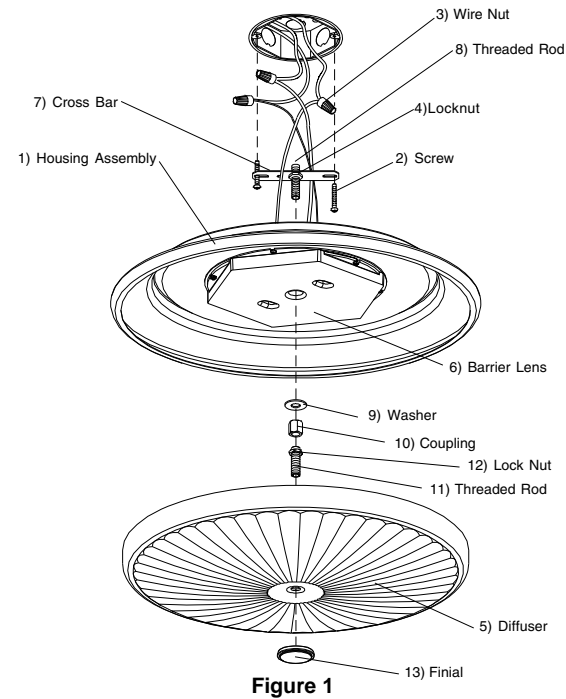

Figure 1
**4. L'alimentation coupée, soutenir fermement le bloc boîtier (1) et connecter le fil de terre vert de l'appareil au fil de terre nu en cuivre de la boîte de jonction à l'aide d'un capuchon de connexion (3).** (Si le câblage d'alimentation ne comprend pas un fil de mise à la terre, consulter votre code d'électricité local et vérifier les méthodes conformes de mise à la terre). **Voir la Fig. 1.**
**5. Employer les capuchons de connexion (3) pour connecter le fil noir de l'appareil au fil noir d'alimentation et le fil blanc au fil blanc d'alimentation. Voir la Fig. 1.**
**7. Aligner la tige filetée (8) avec l'orifice central sur le boîtier (1).** Pousser l'ensemble du boîtier (1) vers la surface du plafond. Installer la rondelle (9) sur la tige (8) et la fixer avec l'accouplement (10).
4. With the power turned off, hold the fixture Housing Assembly (1) firmly and connect the green ground wire from the fixture to the bare copper ground wire from the junction box using a Wirenut (3). (If house wiring does not include a ground wire, consult your local electrical code for approved grounding methods). See Fig. 1.
5. Use Wirenuts (3) to connect black fixture wire to the black power supply wire and white fixture wire to the white power supply wire. See Fig. 1.
6. Hold Housing Assembly (1) in one hand and with the other hand position wires up and into outlet box.
4. Con la electricidad apagada, sostenga la Ensamblaje de la carcasa (1) firmemente y conecte el alambre verde de conexión a tierra del luminario al alambre desnudo de cobre de la caja de ensambladura usando un capuchón de alambres (3). (Si el alambreado de la casa no incluye un alambre de hacer tierra, consulte su código eléctrico local para métodos aprobados de hacer tierra. Vea Fig. 1.
5. Use Capuchones de Alambres (3) para conectar el alambre negro del luminario al alambre negro de suministro eléctrico y el alambre blanco del luminario al alambre blanco de suministro eléctrico. Vea Fig. 1.
6. Sostenga el Ensamblaje de la Carcasa (1) con una mano y con la otra estire los cables dentro del la caja de conexiones.
7. Alinee la barra roscada (8) con el orificio central de la carcasa (1). Empuje el conjunto de la carcasa (1) hasta la superficie del techo. Instale la arandela (9) en la barra (8) y asegure con el acoplamiento (10).